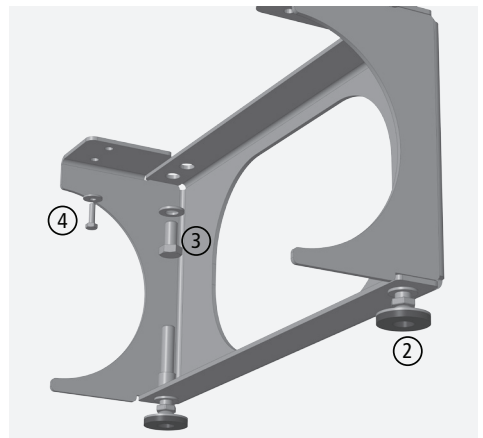

Fig. 2.2 Montage des éléments de socle
- ① Retirer les vis de transport M14, 17 mm. Ces vis sont exclusivement destinées à la protection du fond de l'appareil et des douilles filetées des pieds de réglage ou des éléments de socle,
- ② Visser les pieds de réglage en bas dans les éléments de socle (la face inférieure des éléments de socle possède une seule douille fileté M12 pour la fixation des pieds de réglage). Cette face des éléments de socle pointe vers le bas. Voir Fig. 2.2,